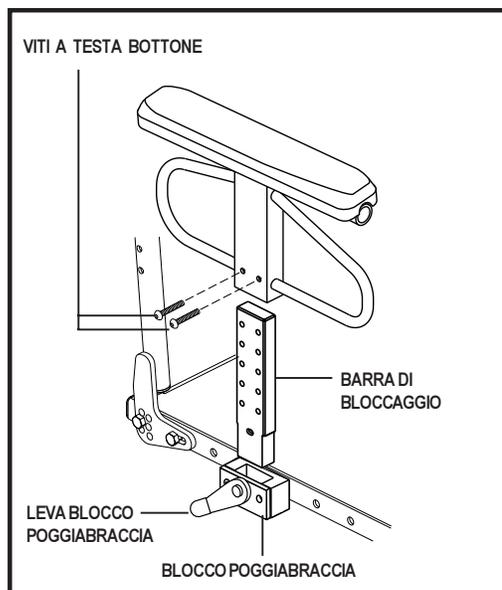

Figura 14. Regolazione dell'altezza dei braccioli rimovibili ad alta resistenza
1. Ruotare il blocco del bracciolo in avanti e estrarre il bracciolo dal blocco corrispondente. Vedere figura 14.
2. Usare una chiave esagonale per rimuovere le due viti a testa piatta dal lato del bracciolo. Vedere figura 14.
4. Reinstallare le viti a testa piatta sul lato del bracciolo. Vedere figura 14.